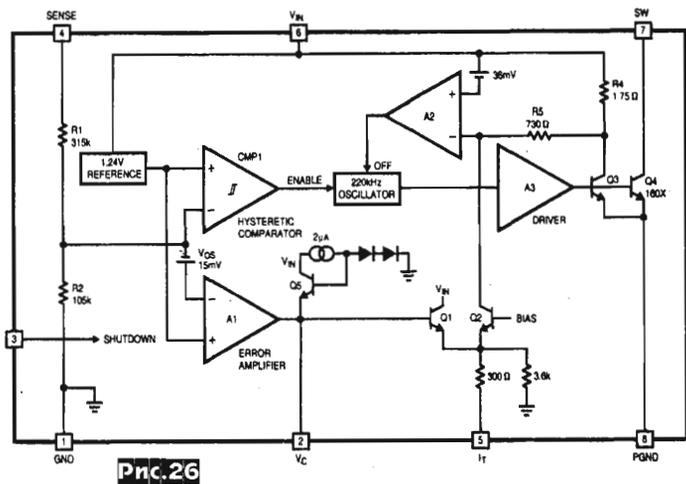

Рис.26
расширяющая режимы работы и на понижение напряжения ценой практически несущественного снижения КПД. Блок-схема микросхемы приведена на рис.26. Когда встроенный ключевой транзистор Q4 открыт, то в полной схеме рис.25 вывод 7 (SW) IC1 оказывается заземлен, ток через L1 нарастает, а C5 разряжается через L2. Направления токов через L1 и L2 противоположны (относительно земли), но примерно равны по амплитуде. Когда микросхема закрывает Q4, то L1 и C5 «отрываются от земли» и оказываются включенными последовательно, а токи через L1 и L2 теперь суммируются и начинают протекать через диод Шоттки D3, заряжая накопительный конденсатор C6 до напряжения, превышающего входное на разъеме K1. Такой процесс продолжается до тех пор, пока постоянное напряжение с делителя R5R6R7, поступающее на вход 4 микросхемы, т.е. на инвертирующий вход внутреннего компаратора с гистерезисом, не сравняется с опорным напряжением 1,245 В на его неинвертирующем входе. Когда это случится, то компаратор затормозит встроенный генератор частоты 220 кГц IC1, и коммутация транзистора Q4 вре-